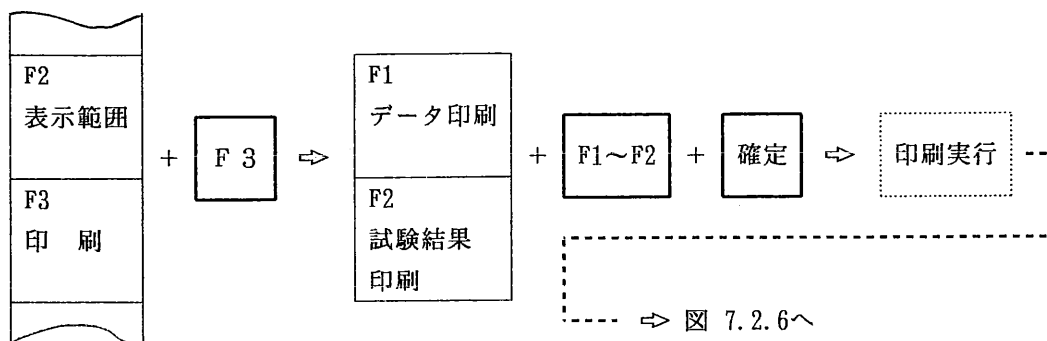

図 7.2.7 同じ F F T 結果表示様式での繰り返し印刷の方法
- ⑩〔FFT結果印刷の繰返し〕印刷が終了するとメニューエリアには、表示中心周波数、表示範囲、印刷及び表示様式の選択メニューが表示されます。引き続き、同じ表示様式で印刷する場合には、図7.2.7 の通り、上で説明した操作手順を繰り返して下さい。なお、周波数分析結果のデータを連続的に採取する際に、基本表示のエコー高さを一定にする必要が生じる場合があります。この場合には、ゲインキーを1回押した後、選択キー〔F 5〕を1回押し、確定キーを1回押すとエコー高さが縦軸目盛の80%になるように自動的にゲインが調整されます。〔6. 2. 3項参照〕